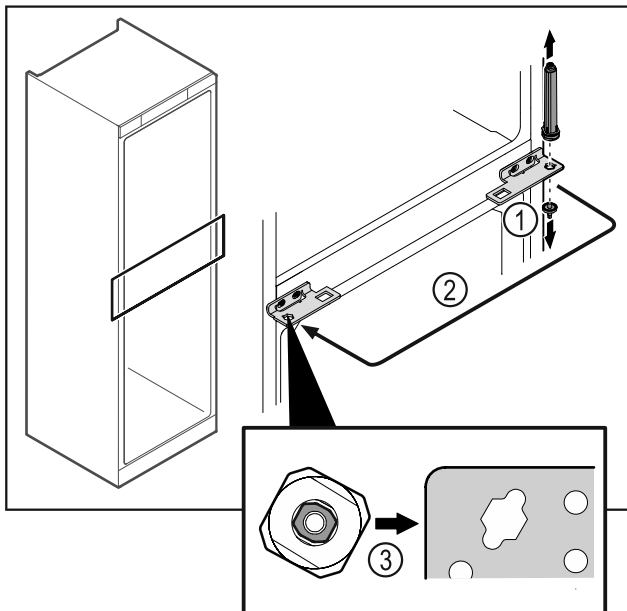

Fig. 49
- ▶ Lironi bulonin e menteshës Fig. 49 (1).
- ▶ Ktheni sistemin e mbylljes së derës Fig. 49 (2) në anën tjetër.
- ▶ Gjatë vendosjes, bëni kujdes për orientimin e saktë të sistemit të mbylljes së derës Fig. 49 (3).